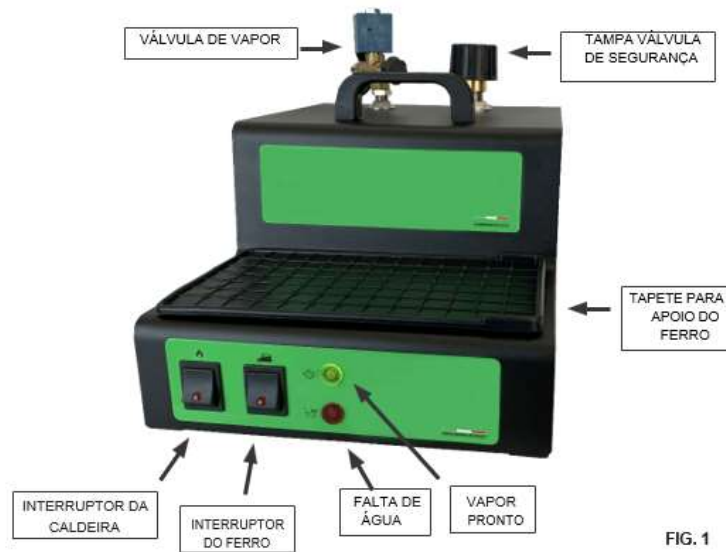

FIG. 1
Antes da chegada do ferro a vapor, é crucial que o cliente prepare uma tomada de corrente próxima ao local de instalação, devidamente protegida e adequada à potência do equipamento. Recomendamos a utilização de um disjuntor de proteção de 16 A. Para o transporte e manuseio, utilize exclusivamente a alça designada. Evite puxar os cabos elétricos (fig. 1).
2. Remova o equipamento da embalagem, monte a antena e insira-a no suporte localizado na parte traseira do equipamento (fig. 1), assegurando-se de inseri-la completamente.
4. Coloque o ferro no tapete de descanso (fig. 1).
1. Desparafuse a tampa da válvula (fig. 1) e encha a caldeira com a quantidade desejada de água, evitando transbordamentos. Utilize um funil para facilitar o processo. Rosqueie a tampa, segurando pela parte de plástico, com atenção para não apertar demais e danificar a vedação (consulte o capítulo 7).
3. Ligue o interruptor da caldeira, o interruptor do ferro (fig. 1) e ajuste o termostato do ferro de passar para a posição "algodão".
10. Não substituir a válvula (fig. 1) por tampas de outro tipo. Nota: a válvula é calibrada para 4,5 bar e também atua como válvula de segurança.
3. Durante a passagem de roupa, é prudente colocar o ferro apenas no tapete apropriado (fig. 1).
A água esgota-se quando, durante a passagem de roupa, a luz indicadora "sem água" acende (vermelha, fig. 1). Desligue ambos os interruptores (caldeira e ferro); somente nesse momento, desconecte o plugue da tomada.
Aguarde 10 minutos e, em seguida, desparafuse o tampão da válvula um quarto de volta (fig. 1) e aguarde até que todo o vapor seja liberado.
Esvaziar a caldeira a cada 15 dias. Execute a operação com o equipamento desligado e frio, com o plugue desconectado da rede elétrica. Aguarde pelo menos 1 hora após o desligamento. Durante esta operação, use luvas de trabalho para evitar possíveis queimaduras. Remova o tampão da válvula (fig. 1) e gire o equipamento para a direita para liberar a água e quaisquer impurezas.
4. O tampão da válvula a cada 1400 horas de trabalho ou, no máximo, a cada 3 anos (fig. 1).